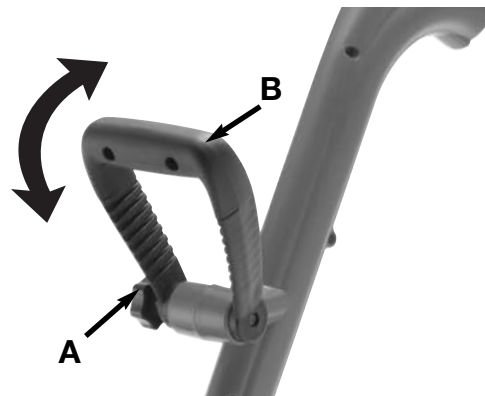

Fig. 3
1. Desserrez le bouton (A) sur la poignée d'assistance (B). (Fig. 3)